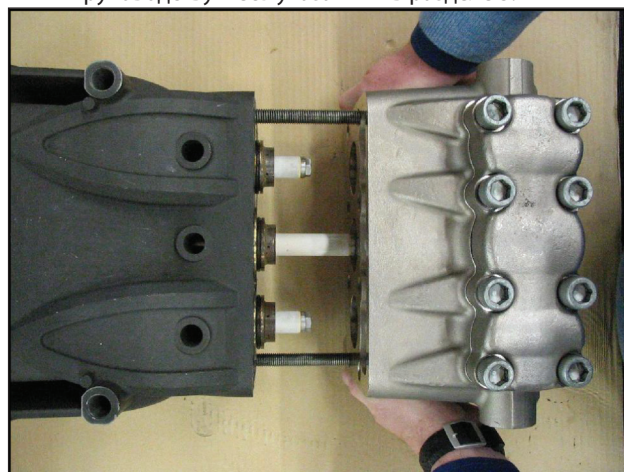

Рис. 33
- б) Смажьте компоненты ②③⑤ силиконовой смазкой типа OCILIS, арт. 12001600; считается, что это также улучшает усадку кромки уплотнений на поршне.
2. С помощью двух вспомогательных винтовых штифтов (арт. 27726000), прикрепленных к картеру, как показано на Рис. 33, установите торец в сборе; при этом убедитесь, что он отцентрирован только по центральному поршню.